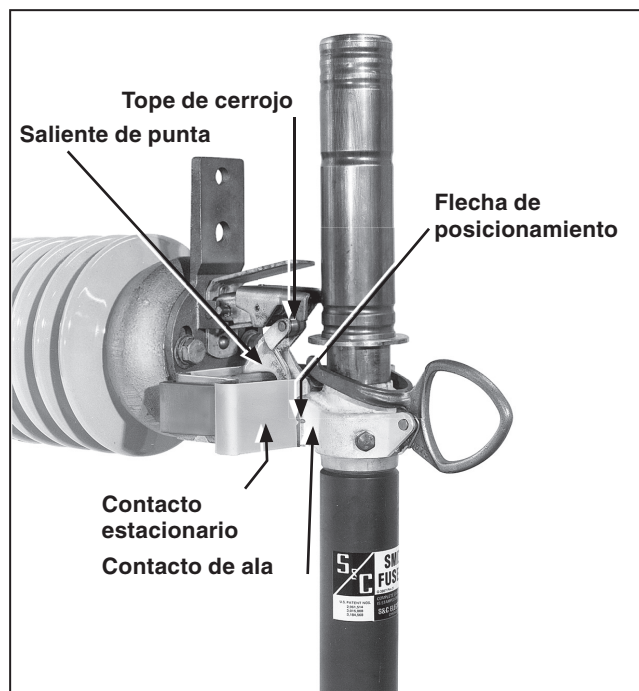

Figura 5. Ajuste del conjunto de contacto de enganche superior.
PASO 5. En la fábrica, se les aplicó una capa de grasa antioxidante NO-OX-ID® “A” Contact Lubricant (distribuida por Sanchem Incorporated.), a las superficies de los contactos estacionarios del conjunto de contacto de enganche superior y del conjunto del contacto de bisagra inferior. Vea la Figura 5 en la página 13 para la ubicación relativa de estas superficies del conjunto de contacto de enganche superior. Verifique la
PASO 2. Estilos Vertical e Invertido: Afloje los tornillos que sujetan al conjunto de contacto de bisagra inferior a su aislador. Mueva el conjunto de la unidad fusible hacia la posición de **Cerrado**, pero no enganche el cerrojo. La saliente de punta de la pieza de extremidad superior debe hacer contacto con el cilindro del conjunto de contacto de enganche superior aproximadamente en el centro. Vea la Figura 5. Haga cualquier ajuste que se necesite girando el conjunto del contacto de bisagra inferior sobre su eje, utilizando el conjunto de la unidad fusible como palanca. Luego, apriete bien los tornillos del soporte del conjunto de contacto de bisagra inferior.
Estilos Vertical Inclinado, Horizontal y de Angulo Recto: Afloje los tornillos que sujetan la pieza fundida abisagrada a su ménsula de estructura soldada. Mueva el conjunto de la unidad fusible hacia la posición de **Cerrado**, pero no enganche el cerrojo. La saliente de punta de la pieza de extremidad superior debe hacer contacto con el cilindro de la pieza fundida de enganche aproximadamente en el centro. Vea la Figura 5. Haga cualquier ajuste que se necesite girando la pieza fundida abisagrada sobre su eje utilizando el conjunto de la unidad fusible como palanca. Luego, apriete bien los tornillos de montaje de la pieza fundida abisagrada.
PASO 3. Estilos Vertical e Invertido: Una vez más mueva el conjunto de la unidad fusible hacia la posición de **Cerrado** y revise que los contactos de ala se acoplen, a escuadra, con los contactos estacionarios. Vea la Figura 5. De ser necesario, afloje los tornillos de montaje que sujetan al conjunto de contacto de enganche superior a su aislador y gire el conjunto de contacto de bisagra inferior según se necesite para obtener un correcto enganchamiento de los contactos. Apriete los tonillos del soporte sólo lo suficiente para mantener el ajuste. Cuando se haya hecho este ajuste adecuadamente, los contactos de ala del conjunto de la unidad fusible se acoplarán a escuadra con las superficies de los contactos estacionarios conforme la unidad fusible se acerque a la posición de **Cerrado**.
Estilos Vertical Inclinado, Horizontal y de Angulo Recto: Una vez más mueva el conjunto de la unidad fusible hacia la posición de **Cerrado** y revise que los contactos de ala se acoplen a escuadra con los contactos estacionarios. Vea la Figura 5 en la página 13. De ser necesario, afloje los tornillos de montaje que sujetan la pieza fundida de enganche a su ménsula de estructura soldada y gire la pieza fundida de enganche según sea necesario para obtener un correcto enganchamiento de los contactos. Apriete los tornillos del soporte sólo lo suficiente para mantener el ajuste. Cuando se haya hecho este ajuste adecuadamente, los contactos de ala del conjunto de la unidad fusible se acoplarán a escuadra con las superficies de los contactos estacionarios conforme el conjunto de la unidad fusible se acerque a la posición de **Cerrado**.